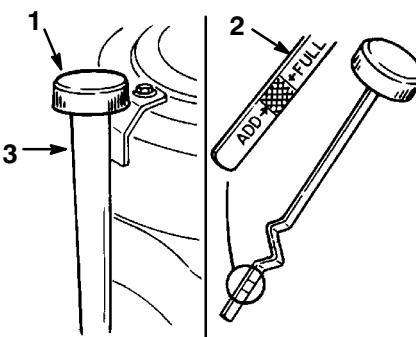

Bild 20
3. Reinigen Sie den Bereich um den Ölpeilstab herum (Bild 20), damit kein Schmutz in den Einfüllstutzen gelangen und so den Motor beschädigen kann.
4. Schrauben Sie den Ölpeilstab los und wischen das Metallende ab (Bild 20).
5. Schieben Sie den Ölpeilstab vollständig in das Einfüllrohr (nicht in das Rohr einschrauben) (Bild 20). Ziehen Sie den Peilstab wieder heraus und kontrollieren das Metallende. Gießen Sie, wenn der Ölstand zu niedrig ist, langsam nur soviel Öl in das Einfüllrohr, dass der Ölstand die "VOLL"-Markierung erreicht.
6. Gießen Sie ca. 80% der angegebenen Ölmenge langsam in das Einfüllrohr (Bild 20). Kontrollieren Sie dann den Ölstand; siehe Prüfen des Ölstands, Seite 23. Gießen Sie langsam Öl ein, um den Ölstand bis zur "VOLL"-Marke am Peilstab zu bringen.